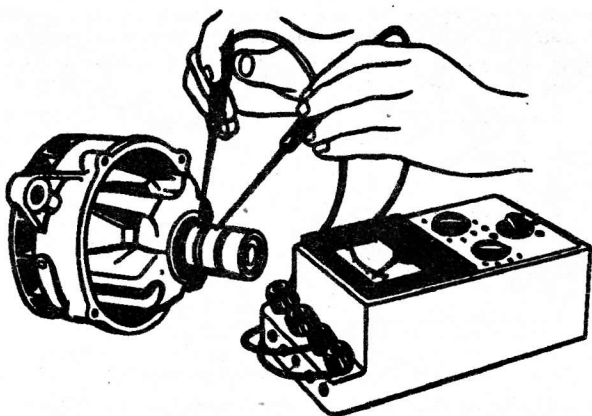
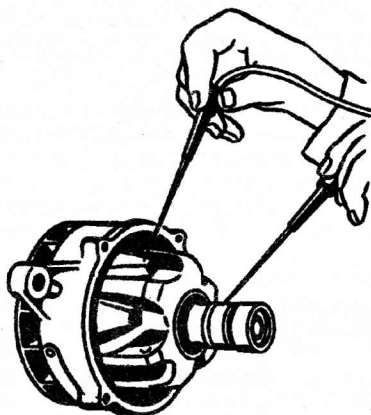

Рис. 235. Проверка сопротивления обмотки возбуждения ротора
Рис. 236. Проверка ротора на отсутствие замыкания обмотки на корпус
**Ротор.** Необходимо проверить с помощью омметра (рис. 235) сопротивление обмотки возбуждения, а также на отсутствие замыканий обмотки на корпус (рис. 236). При наличии повреждений ротор подлежит замене.